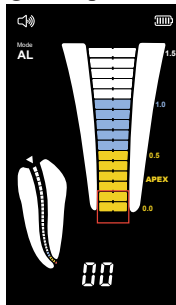

Imagen 9
c) Después de encenderlo, si la barra indicadora está a ± 1 barras del dial 0,0, el aparato funciona normalmente [ilustración 9]. Si la barra indicadora está fuera del intervalo, el aparato no puede medir con precisión. En este caso, póngase en contacto con el distribuidor autorizado o con el fabricante para obtener ayuda.